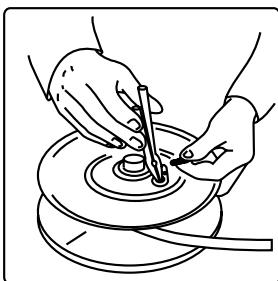

fig. 4d
4. Dele la vuelta al tambor y quite el trinquete y el muelle del trinquete (versión 500110 y 500111, fig 4d); quite el eje de sujeción del resorte (500115 y 500116, fig 5d).